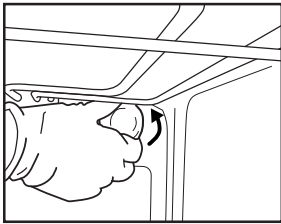

Abb. 6
2. Schrauben Sie die Lampenabdeckung ab (Abb. 6). Wechseln Sie die Glühlampe aus (bezüglich des Typs siehe nachstehenden Hinweis) und schrauben Sie die Lampenabdeckung wieder auf.